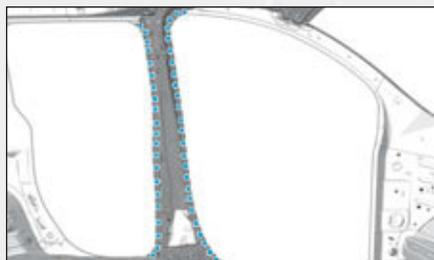

FIG.97
- par points électriques (Fig.97).